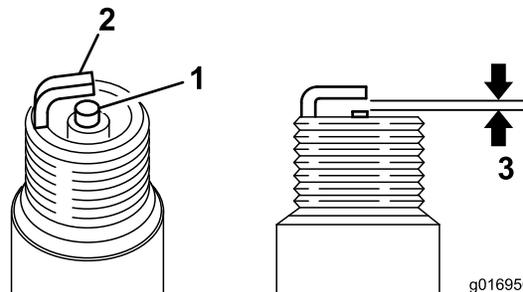

Figura 39
3. Defina a folga para 0,6 a 0,7 mm como se mostra na Figura 39. Monte a vela com a folga correta e aperte-a com uma força de 23 N m.